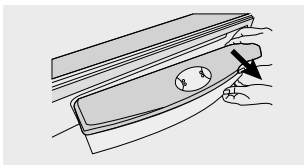

Figura 62
- Con ambas manos en el lado derecho del tanque, hable con suficiente fuerza en dirección hacia usted (figura 62), luego del lado